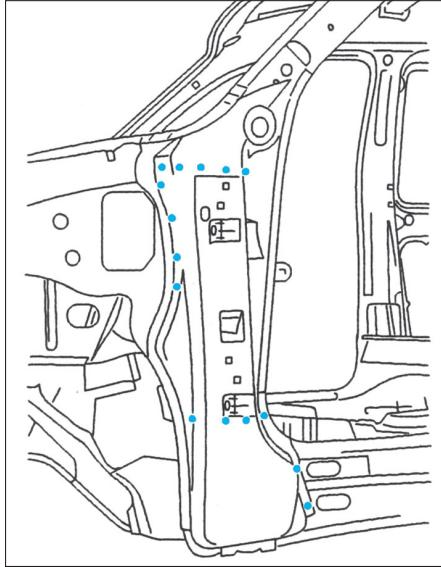

FIG. 55
- Soudé par points bouchons au MAG ou MIG (Fig.55).